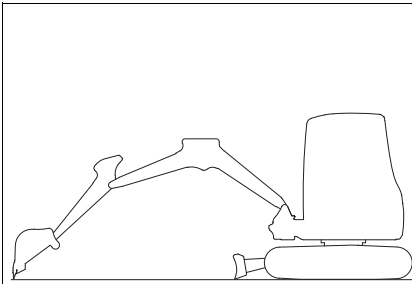

Abb. 318
2. Armsystem mittig nach vorne ausrichten (*Abb. 318*).